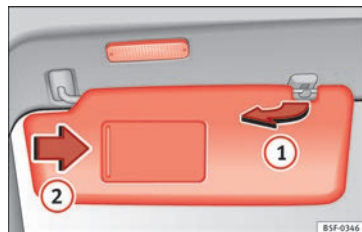

Fig. 137 Pala do sol.
- A pala do sol pode ser puxada para fora da fixação e ser virada para a porta » » Fig. 137 ①.